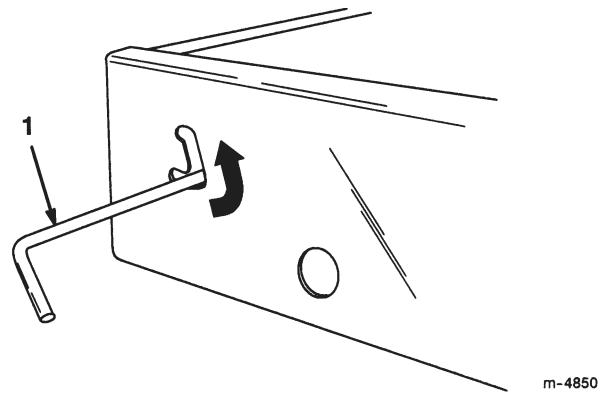

Bild 9
1. Schieben Sie den Riegel aufwärts in Richtung der Oberseite des Ausschnitts im Muldenrahmen (Bild 9).